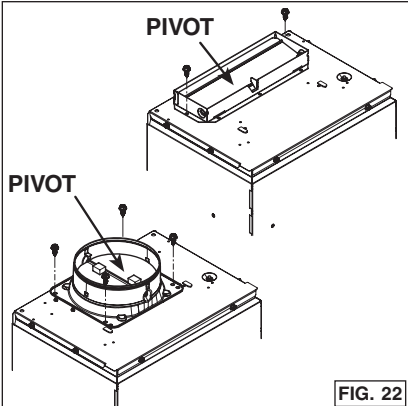

FIG. 22
10. Pour un conduit rectangulaire, utiliser 2 vis à métaux n° 8-18 x 1/4 po (incluses) pour fixer l'adaptateur/volet de 3¼ po x 10 po (inclus) sur le dessus de l'appareil, par dessus l'ouverture d'évacuation du ventilateur (FIG. 22).
NOTE : Le pivot du volet doit être placé vers l'avant de l'appareil. Pour un conduit rond, utiliser 4 vis à métaux n° 8-18 x 1/4 po (incluses) pour fixer l'adaptateur/volet inclus de 6 po rond (ou 8 po rond) sur le dessus de l'appareil, par dessus l'ouverture d'évacuation du ventilateur (FIG. 22, 6 po rond illustré).